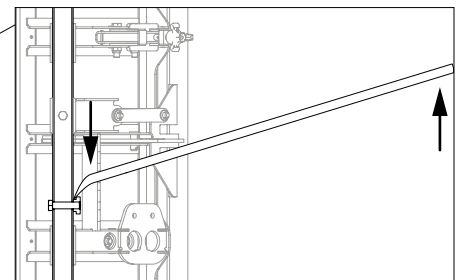

Fig. A11.03b
1. Insérer un levier (pince à talon) dans l'ouverture (80.4) et pousser vers le haut. (Fig. A11.03b)